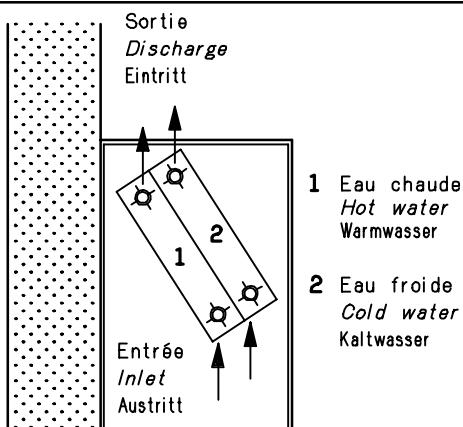

Fig. 11
- Dans le cas d'appareil équipé de deux batteries ("Système 4 tubes"), dans le sens de l'air, la batterie chaude se situe avant la batterie froide (sauf spécifications contraires) (fig.11).
- In units with two coils ("4 pipe system") the heating coil is located before the cooling coil in the sense of the air flow (except for contrary specifications) (fig. 11).
- Wenn ein Gerät mit zwei Registern ("4-Leiter-System") ausgestattet ist, befindet sich in Luftrichtung das Warmregister vor dem Kaltregister (wenn nichts anderes angegeben ist) (abb. 11).